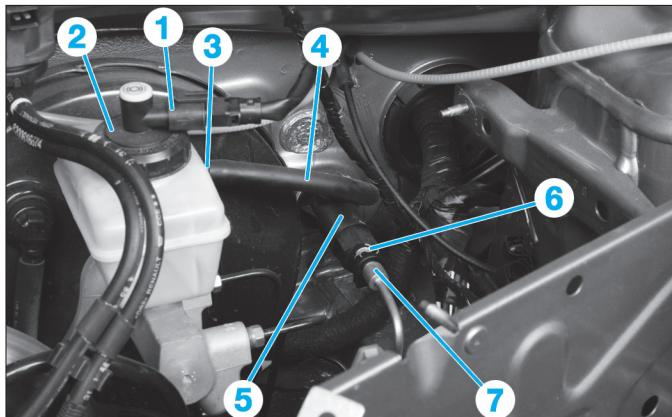

Fig. 4
- Débrancher le détecteur (1) de niveau de liquide de frein du réservoir (Fig.4).
- Déposer le bouchon (2) du réservoir de liquide de frein.
- Vidanger le réservoir de liquide de frein à l'aide d'une seringue jusqu'à ce que le niveau du liquide soit sous l'orifice (3) d'alimentation de l'émetteur.
- Débrancher le tuyau d'alimentation (4) de l'émetteur (5) sur le réservoir de liquide de frein.
- Déposer l'agrafe de maintien (6) de la canalisation (7) sur l'émetteur (5) (Fig.4).
- Débrancher le tuyau (4) d'alimentation entre le réservoir et l'émetteur d'embrayage (Fig.4).